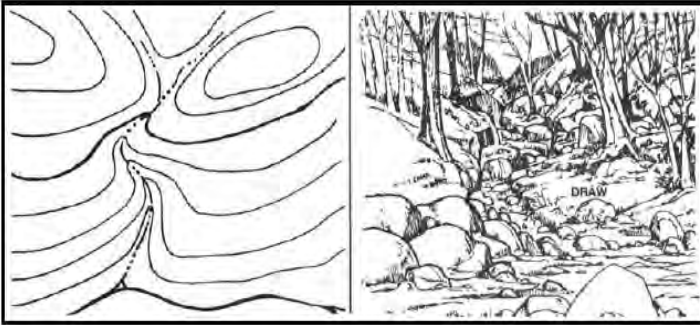

Figure 071-COM-1001-7. Draw.
b. Identify a spur (Figure 071-COM-1001-8).